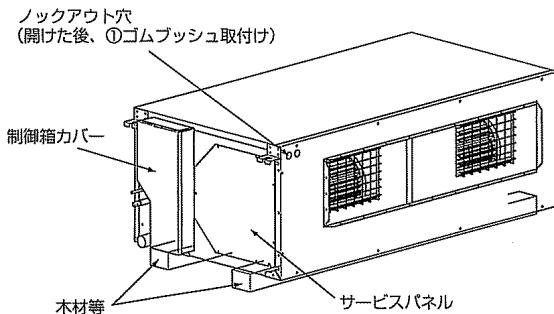

図1
1.本体を開梱し、横に倒し仮置きしてください。(図1)
2.本体角ダクトフランジの左上にあるノックアウト穴(向って左側)を開けてください。(図1)
3.開けたノックアウト穴に付属の①ゴムブッシュを取付けてください。(図1)
5.本体側面の送風機用サービスパネルを外してください。(図1)
6.本体制御箱のカバーを外してください。(図1)